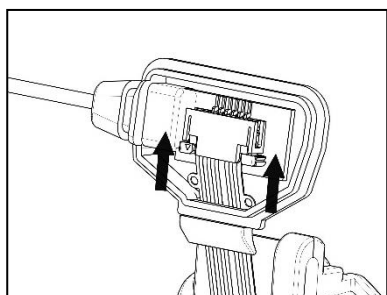

Fig. 7
7. Drücken Sie die beiden schwarzen Befestigungshaken herunter, um so eine einwandfreie Arretierung des Flexkabels der Tastenvorrichtung zu gewährleisten (Abb. 7).
7. Lower the two black hooks to allow proper fixing of the keypad flex (Fig. 7).
7. Abbassare i due ganci neri per consentire il corretto fissaggio del flex tastiera (Fig. 7).
7. Abaisser les deux crochets noirs pour fixer correctement le câble plat flexible du pavé (Fig. 7).